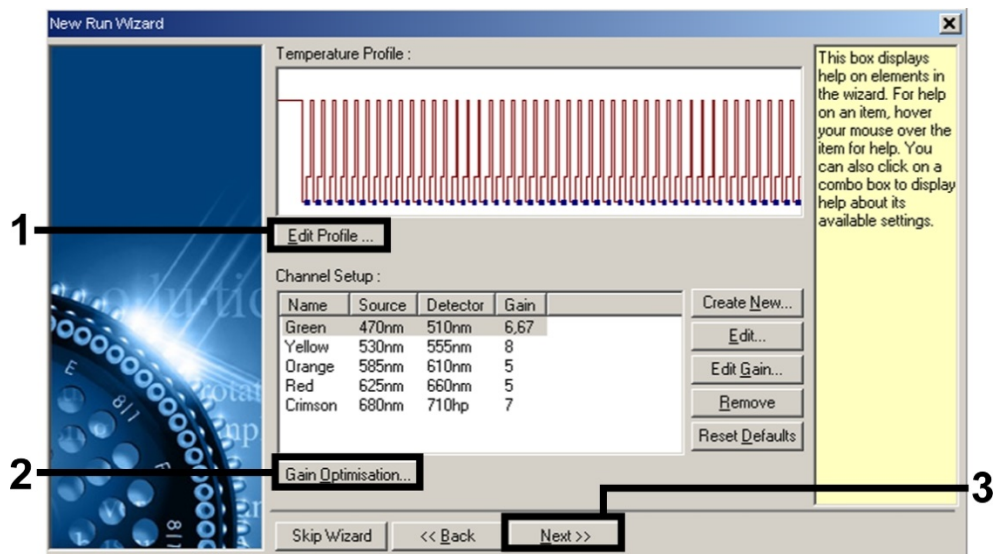

Figura 3. Edición del perfil.
9. Haga clic en el botón **Edit Profile [Editar Perfil]** en el siguiente cuadro de diálogo **New Run Wizard [Asistente para nueva serie]** (Figura 3) y programe el perfil de temperatura tal como se muestra en las Figuras 4 y 5.
10. El rango de detección de los canales de fluorescencia se debe determinar según las intensidades de fluorescencia de los tubos de PCR. Haga clic en **Gain Optimisation** [Optimización de ganancia] en el cuadro de diálogo **New Run Wizard [Asistente para nueva serie]** (consulte la Figura 3) para abrir el cuadro de diálogo **Auto-Gain Optimisation Setup** [Configuración automática de la optimización de ganancia].